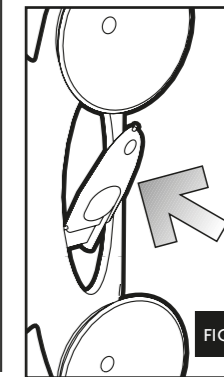

FIG. 5
- 6- Enlever l'outillage spécial qui se trouve sur le support des ventouses (fig. 5) ou utiliser une tourne-vis.
- c. haal het hulpmiddel uit de houder (afb. 5) of neem een schroevendraaier
c. Quite la herramienta especial que se encuentra sobre el soporte de las ventosas (fig. 5) o utilice un destornillador.